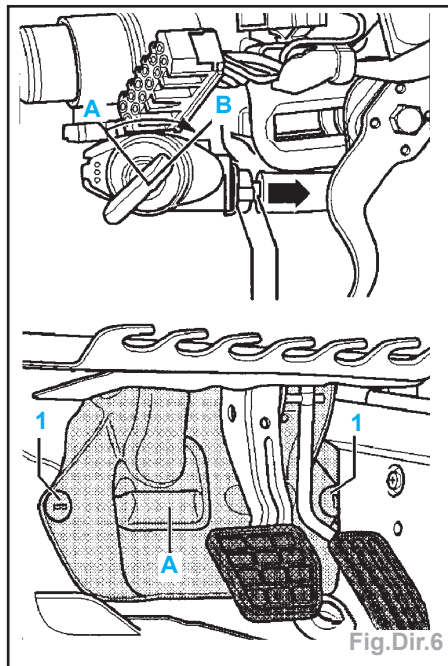

Fig.Dir.6
- un point jaune doit être visible dans l'alésage (1),
- les repères (2) doivent coïncider,
- soulever les crochets (3) avec précaution et extraire le capteur d'angle de braquage.
- tourner la clé de contact en position (B) (Fig.Dir.6),